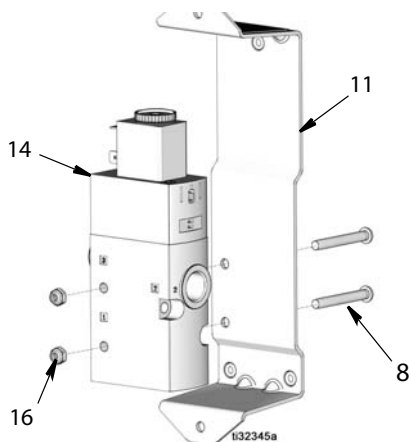

Рис. 27
- Снимите два винта (8) и гайки (16), удерживающие соленоидный клапан (14) на кронштейне (11) и снимите соленоидный клапан с кронштейна (Рис. 27).